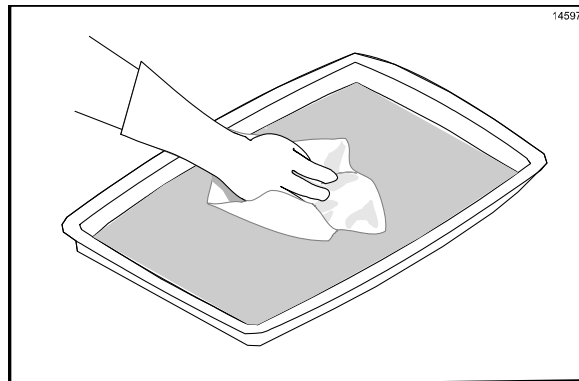

Figura 43
10. Mergulhe um pano limpo e umedecido com sanitizante na solução de limpeza do grill. Não sature o pano. (Veja a Figura 43.)